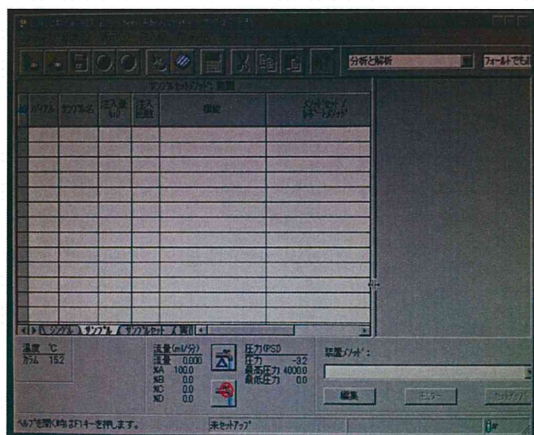

Fig. 14 サンプルの分析
- 2 アプリを開いたら、『サンプルの分析』をクリックして、以下の Fig. 14 の画面を得る。